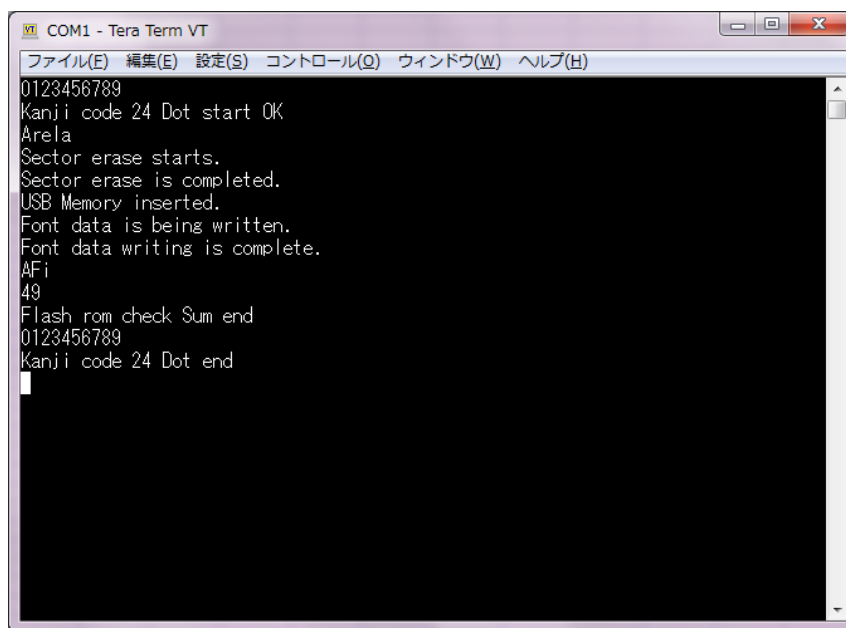

図 5-4
- (10) 最後に、図 5-4 の様に、再度、“0123456789”と文字を入力した後、リターンキーを押して文字を送信してください。